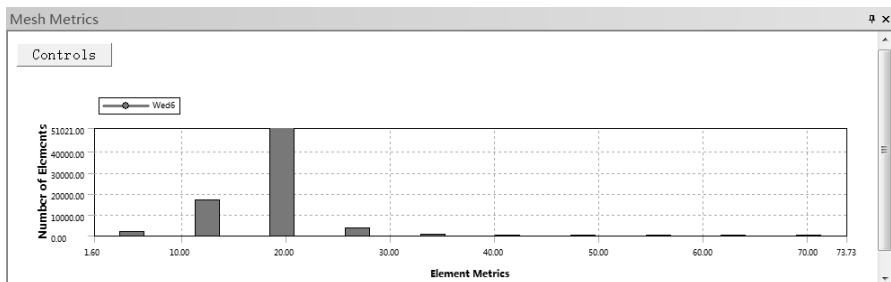

图 3-40 Parallel Deviation 图表
⑤ Parallel Deviation (平行偏差) 计算对边矢量的点积，通过点积中的余弦值求出最大的夹角。平行偏差为 0 最好，此时两对边平行。选择此选项后，在信息栏中会出现如图 3-40 所示的 Mesh Metrics 窗口，在窗口内显示了网格质量划分图表。